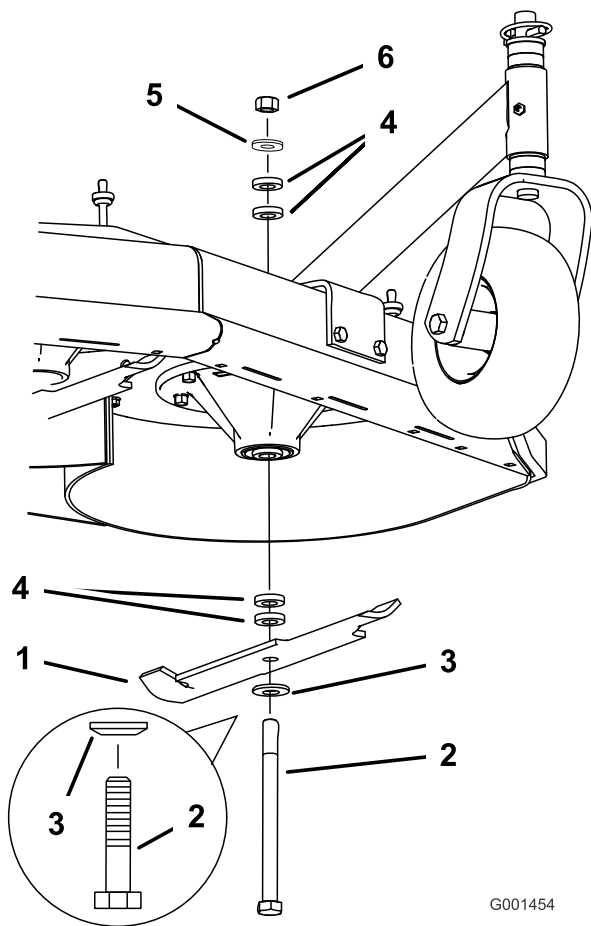

Figura 15
4. Tenete fermo il bullone della lama e staccate il dado. Fate scivolare il bullone verso il basso lungo il fusello e cambiate i distanziali come desiderato (Figura 15).
5. Montate il bullone, la rondella concava, la lama, aggiungete distanziali extra e fissate gli elementi con una rondella sottile e un dado (Figura 15).